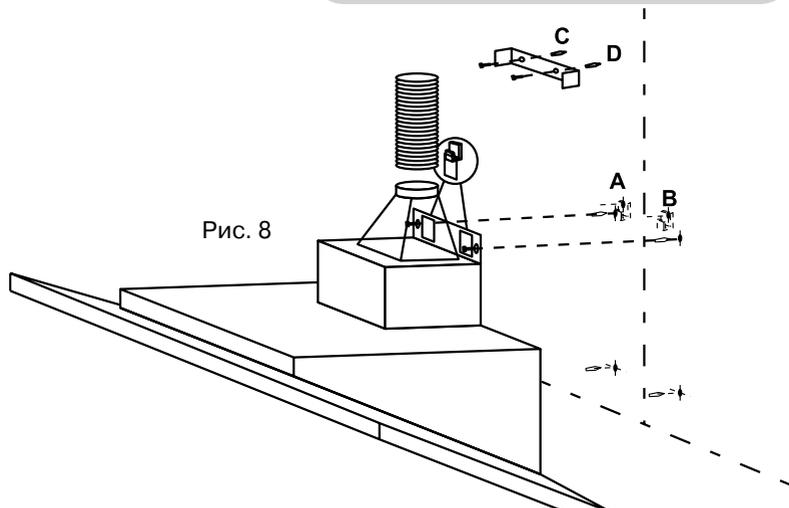

Рис. 8
1. Прежде чем приступать к сверлению отверстий под дюбели в стене произведите разметку. Для этого на вытяжке необходимо измерить расстояние между центрами отверстий, предназначенных для подвешивания вытяжки на стену. На нужной высоте начертить горизонтальную линию на стене по уровню. На этой линии наметить точки **А** и **В**, расстояние между которыми должно равняться расстоянию, измеренному между центрами отверстий для крепления вытяжки (см. Рис. 8).
10. Просверлить два отверстия **C**, **D** сверлом диаметром 6 мм на 5 см ниже потолка кухни (см. Рис. 8).
11. В просверленные отверстия **C**, **D** установить два дюбеля и привернуть планку для крепления декоративного кожуха (см. Рис. 8).